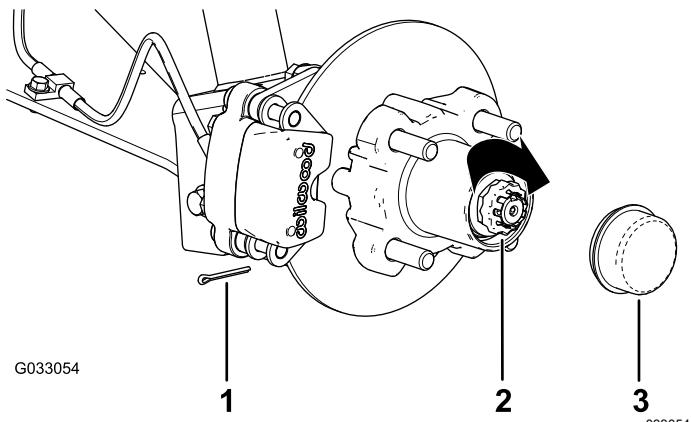

Figure 27
8. Placez l'arrêt d'écrou sur l'écrou et vérifiez que la fente dans l'arrêt et le trou dans la fusée sont alignés afin de pouvoir insérer la goupille fendue (Figure 27).
- 9. Insérez la goupille fendue et repliez chacune de ses pattes autour de l'arrêt d'écrou (Figure 27).
- 10. Reposez le couvre-moyeu sur le moyeu (Figure 27).